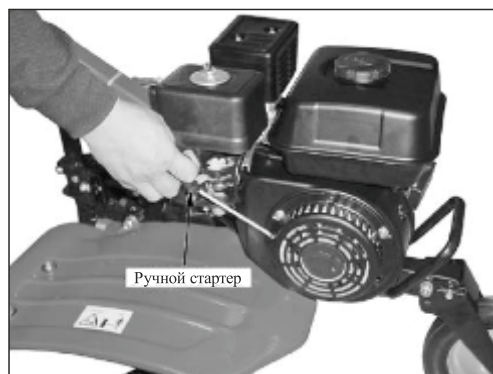

Рис. 20
- Медленно потяните за ручку троса стартера до появления сопротивления, а затем резким движением вытяните трос стартера на всю длину. Повторите операцию до запуска двигателя (рис.20).